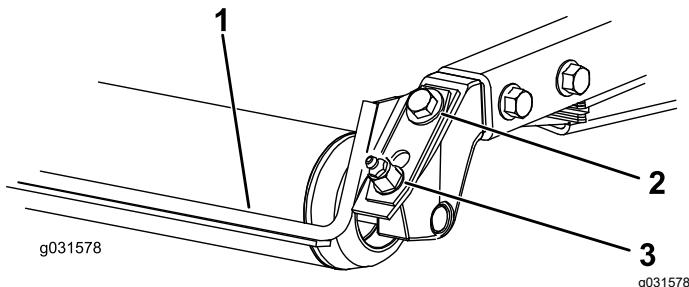

Figure 3
- Desserrez le graisseur et la vis de fixation (Figure 3).